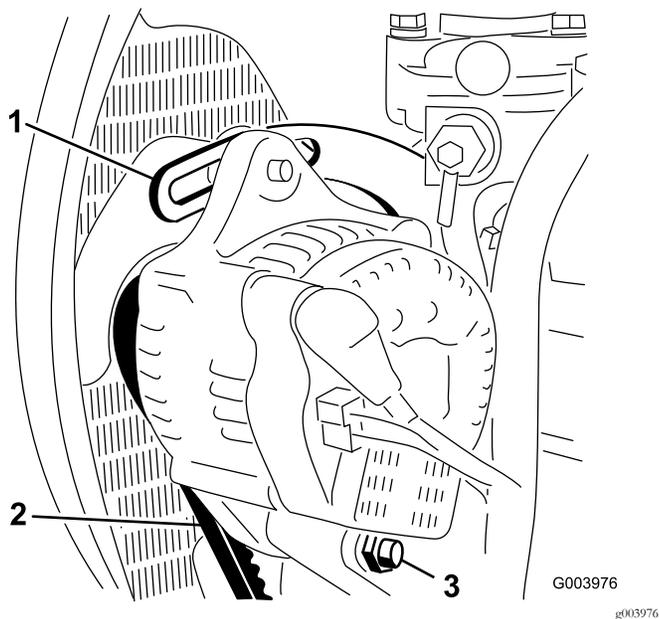

図 72
2. オルタネータ側プーリとクランクシャフト側プーリ間の中央部でオルタネータベルト(図 72)を指で 10 kg 程度の力で押してベルトの張りを点検する。
3. プレースをエンジンに固定しているボルト(図 72)と、オルタネータをブレースとピボットボルトに固定しているボルトをゆるめる。